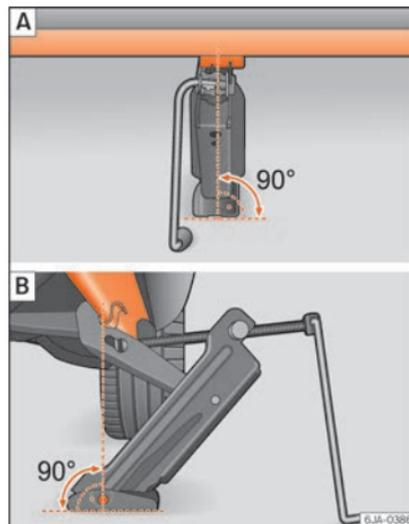

Fig. 65 Posizionamento del cric.
• Ruotare il cric*, posto sotto il punto di appoggio del longherone, e sollevarlo finché la linguetta non avrà raggiunto l'alloggiamento previsto »» fig. 65 [A].
• Allineare il cric* in modo tale che la linguetta "si agganci" nell'apposito alloggiamento del longherone e la piastra di base mobile resti appoggiata al suolo »» fig. 65 [B]. La piastra di base deve cadere sul lato verticale rispetto al punto di appoggio.